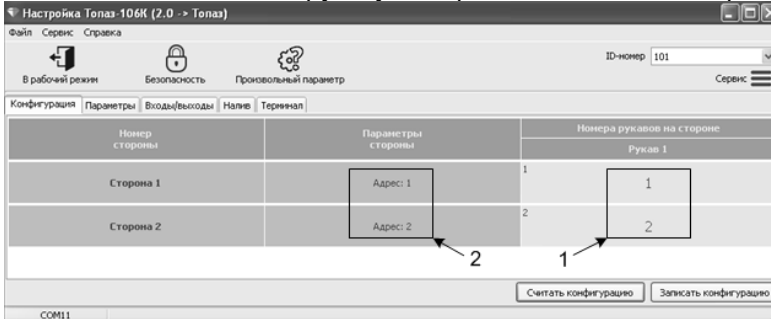

Рисунок 4
10.3 На первой вкладке программы считать конфигурацию устройства, нажав соответствующую кнопку (рисунок 4).